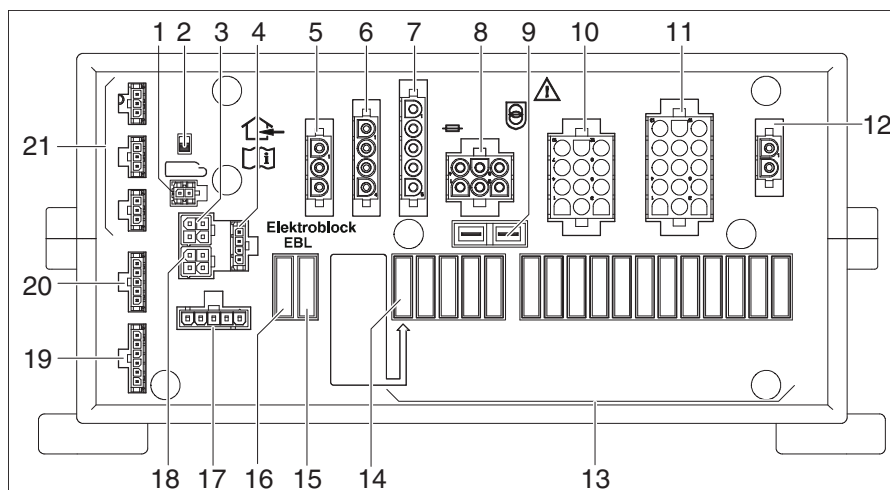

Fig. 265 Centralina elettrica (EBL 402/403)
Ubicazione Il blocco elettrico EBL 402/403 (Fig. 265) si trova nel garage di coda, sul lato destro.
- ▷ L'interruttore staccabatteria (Fig. 265,2) disconnette dalla rete a 12 V tutte le utenze collegate alla centralina elettrica.
- Spegner e accendere per tre volte, in successione, l'interruttore scaricabatteria (Fig. 265,2).